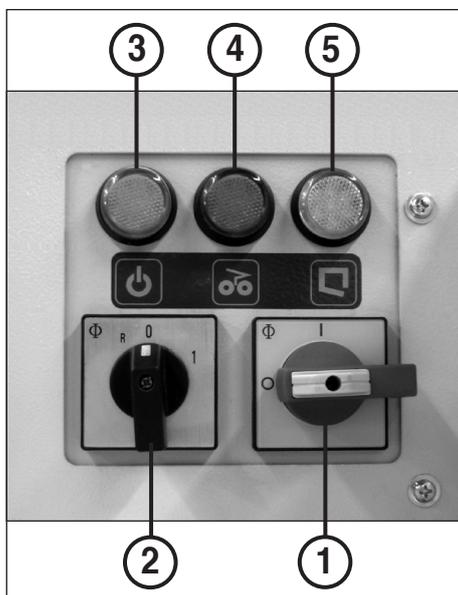

Abb. 7
1. Hauptschalter (1) einschalten (Stellung „1“).
2. Drehschalter (2) in Stellung „1“ stellen (Abb. 7).
### BEDIENUNGSELEMENTE (Abb. 7):